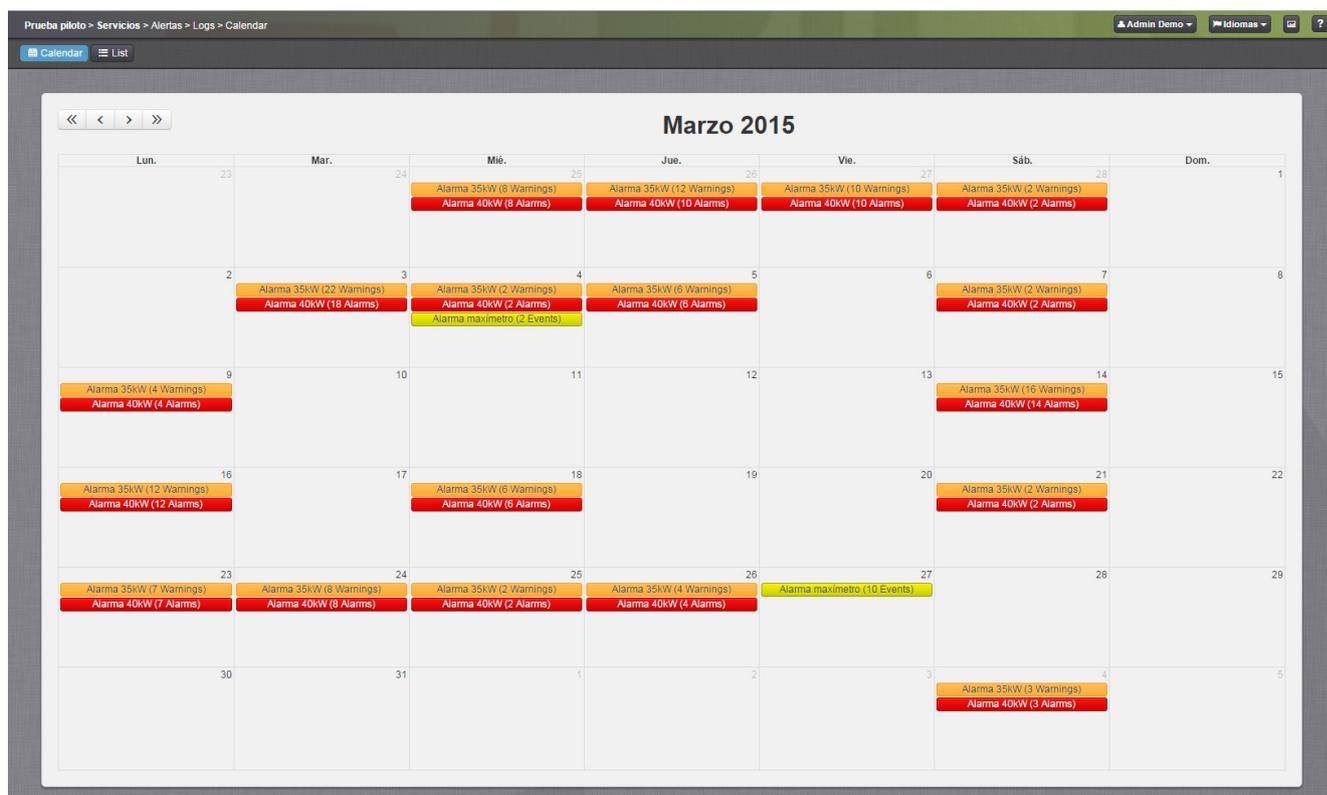

Figura 66:Logs (Calendario).
En el submenú **Logs** se muestra el histórico de alarmas de la compañía, **Figura 66**.
- ✓ En formato **calendario**, **Figura 66**, donde se visualiza una vista del mes actual y de las alarmas producidas cada día. Pulsando sobre una alarma se accede a todos sus datos.